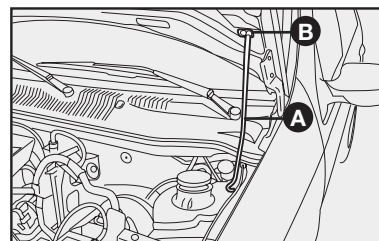

fig. 120
3) Levante el capó por la parte central y al mismo tiempo, suelte la varilla de fijación **A**-fig. 120 de su dispositivo de bloqueo;
1) Manténgalo levantado con una mano y con la otra quite la varilla **A-fig. 120** del alojamiento **B** y colóquela en su dispositivo de bloqueo;